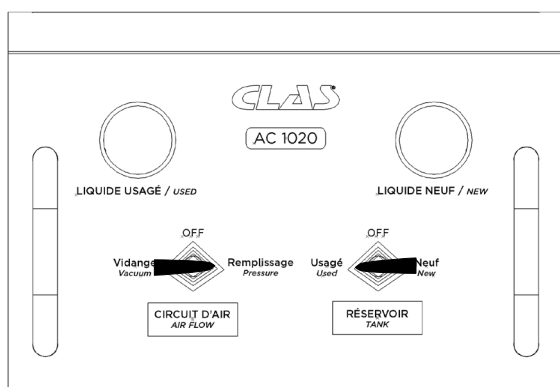

Fig. 13
- Ouvrez la vanne d'arrivée d'air, puis positionnez la vanne RESERVOIR soit sur " LIQUIDE USAGÉ " et la vanne CIRCUIT D'AIR sur " REMPLISSAGE " (Fig 13).